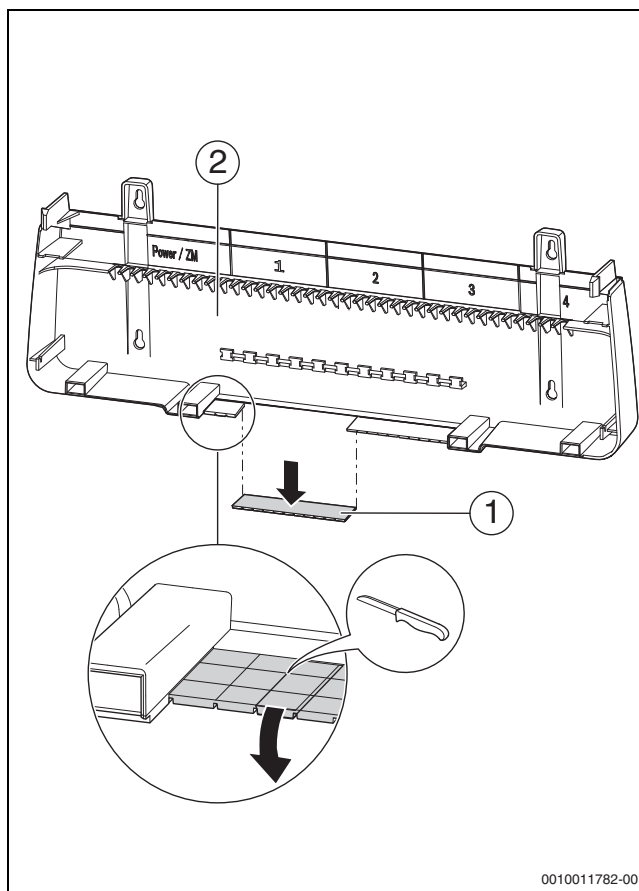

Fig. 32 Pregătirea trecerii cablului
- ▶ Rupeți piesele de rupere (→ fig. 32, [1], pagina 28) din peretele din spate al trecerii pentru cabluri.